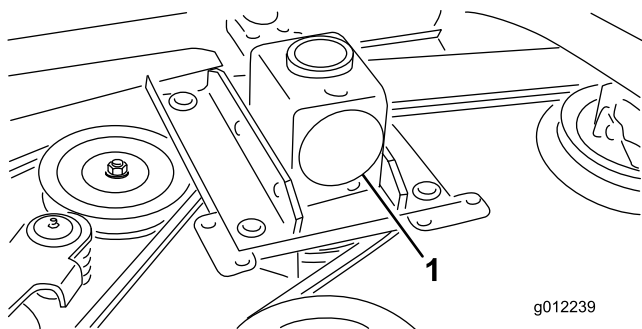

Bild 33
2. Schieben Sie die Spannscheibe mit einem Drehmomentschlüssel oder einem ähnlichen Werkzeug (Bild 32) vom Treibriemen und lassen Sie den Riemen von der Getriebespannscheibe rutschen (Bild 33).